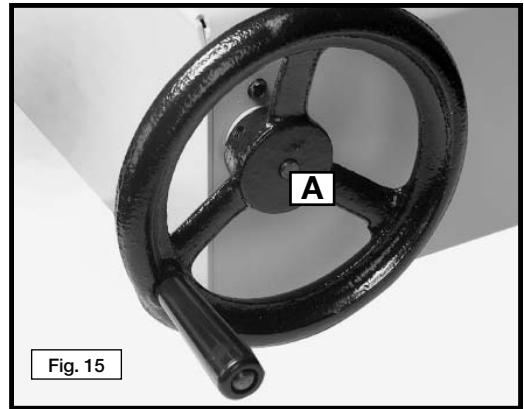

Fig. 15
Pour lever la table d'alimentation, tourner le volant (A), Fig. 15, dans le sens antihoraire. Pour abaisser la table d'alimentation, tourner le volant dans le sens horaire.